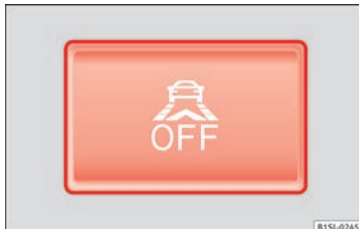

Abb. 155 Im unteren Teil der Mittelkonsole: Taste für den City-Safety-Assistent.
Der City-Safety-Assistent wurde über die Taste  » Abb. 155 eingeschaltet.	Kontrollleuchte verlöscht nach 5 Sekunden automatisch.
Innerhalb des Funktionsbereichs von 5-30 km/h (3-19 mph): Der City-Safety-Assistent wurde über die Taste  » Abb. 155 ausgeschaltet.	Den City-Safety-Assistent über die Taste  » Abb. 155 einschalten.
- Taste **»» Abb. 155** in der Mittelkonsole drücken.